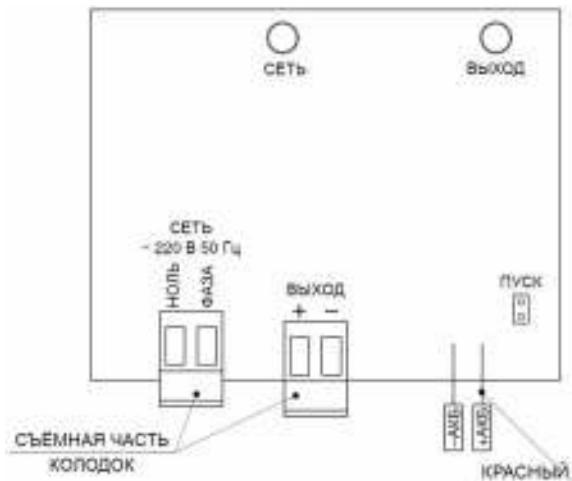

Рисунок 1 - общий вид платы изделия.
Конструктивно изделие представляет собой плату и трансформатор, размещённые в пластиковом корпусе. При открытой крышке (см. рис. 1) осуществляется доступ к плате с установленными на ней светодиодами «СЕТЬ» и «ВЫХОД» (светодиоды видны и при закрытой крышке сквозь прорези в корпусе); колодками «СЕТЬ», «ВЫХОД», перемычками «АКБ+» и «АКБ-» для подключения АКБ и парой контактов «ПУСК». АКБ устанавливается в нижней части корпуса изделия.
- подключить провода сети 220 В 50 Гц к колодке СЕТЬ (см. рис. 1) соблюдая фазировку;